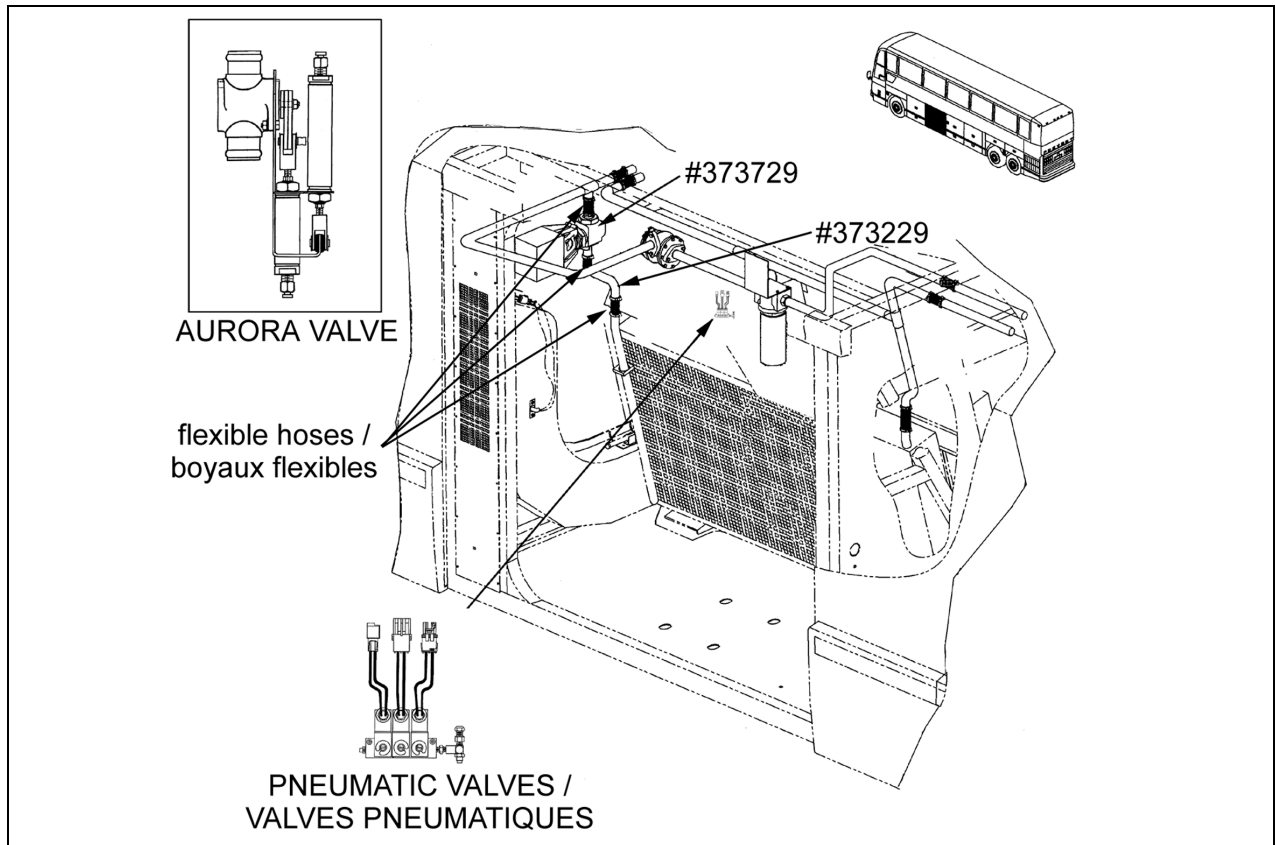

FIGURE 1 : COMPARTIMENT ÉVAPORATEUR
- Dans le compartiment évaporateur, retirer la valve Aurora (pièce PrévoSt #870964) (voir figure 1). Conserver les sections de boyau flexible pour l'installation de la valve Honeywell. Retirer et jeter les tubulures d'alimentation en air reliant les valves pneumatiques et la valve Aurora.